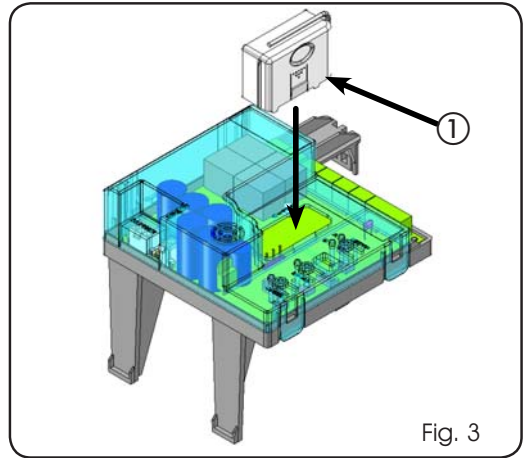

Fig. 3
El equipo electrónico está provisto de un sistema de descodificación (DS, SLH, LC) bi-canal integrado llamado OMNIDEC. Este sistema permite memorizar, mediante un módulo receptor adicional (Fig. 3 ref. ①) y radiomandos de la misma frecuencia, tanto la apertura total (OPEN A) como la apertura parcial (OPEN B) de la automatización.